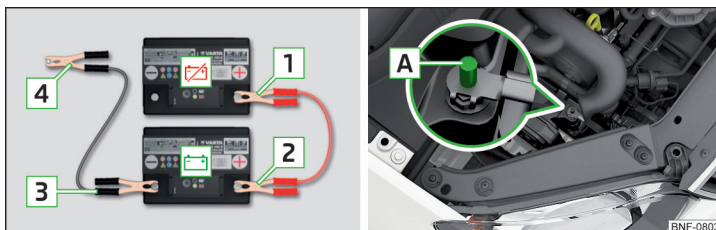

Fig. 155 Starthjælp: ☒ – afladet batteri. ☒ – strømgivende batteri / Motorens stelpunkt ved START-STOP-system
- Sæt i biler **med** START-STOP-system klemmen **4** fast på motorens stelpunkt **A** » Fig. 155.